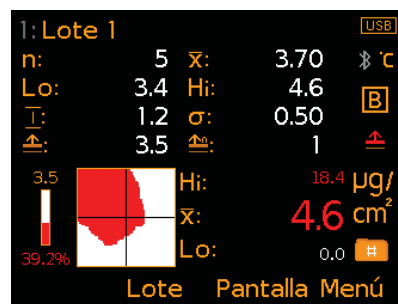

Fig. 7: Estadísticas y pasa/fallo de mapa
- **Pasa/Fallo de mapa^a (Fig. 7);** proporciona una indicación visual de la contaminación salina. Las áreas donde los niveles de sales solubles están por encima del límite establecido están sombreadas en rojo, las áreas por debajo del límite están en blanco. La barra de medición a la izquierda del mapa de aprobado/suspenso muestra el límite (por encima de la barra) y el área de prueba de porcentaje por encima del límite definido (por debajo de la barra). La barra también ofrece una indicación visual del porcentaje de pasa/fallo. A la derecha se muestra la lectura más alta (Hi), más baja (Lo) y media (\bar{X}) para la medición actual.